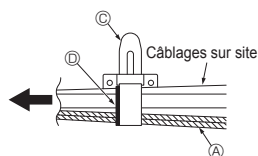

Fig. 6-9
4. Serrer le fil de raccordement en option (A) et le câblage sur site à l'aide du ruban (D). (Fig. 6-9)
- (A) Fil de raccordement du KIT DE VANNE en option
- (B) Boîtier électrique
- (C) Collier de câble
- (D) Ruban